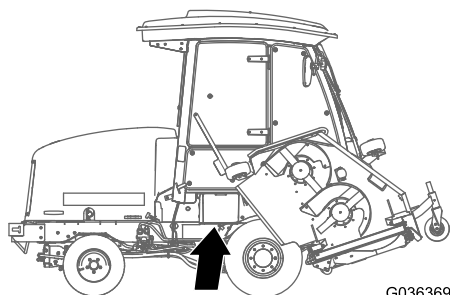

Figure 95
1. Ouvrez le couvercle de la batterie sur le côté du carénage (Figure 95).
Remarque: Appuyez sur la surface plate au-dessus du couvercle de batterie pour faciliter la dépose du couvercle (Figure 95).